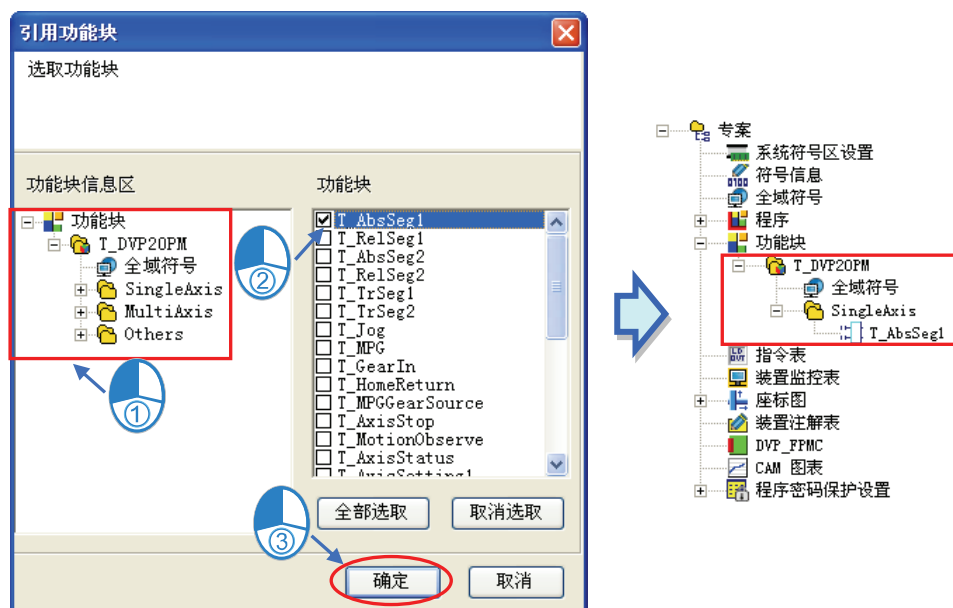

图 13-22 选择要引用的功能块
- (4) 于出现的引用功能块窗口中，先后点选功能块的类别与欲引用的功能块定义，功能块定义的项目可逐一勾选，也可按下「全部选取」或「取消选取」选择多个功能块定义，最后按下「确定」完成功能块的引用。如图 13-22。